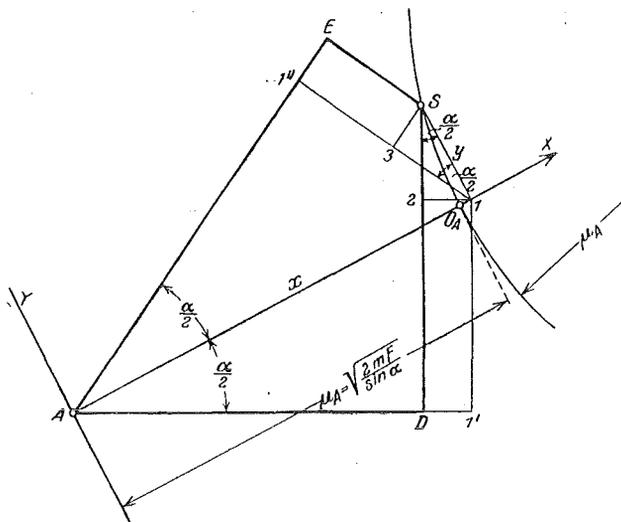
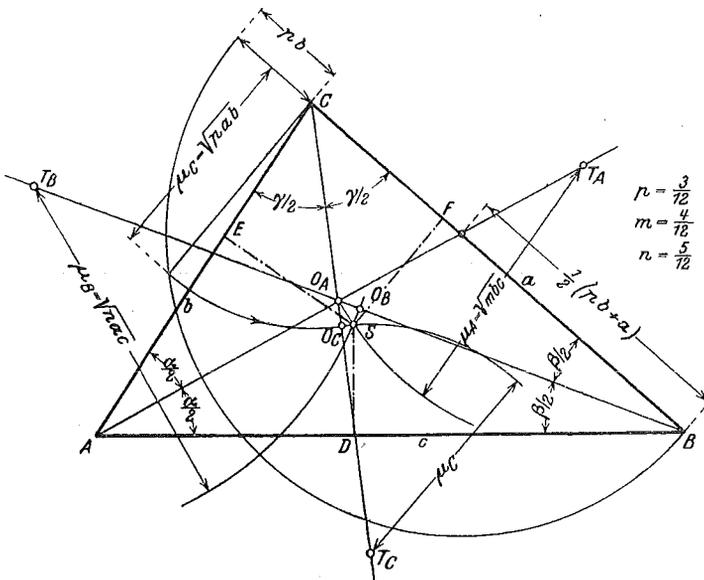

Abb. 2.
Abb. 3.
In Abb. 2 ist durch ADSE das aus dem Dreieck ABC (Abb. 3) herausgeschnittene Sehnenviereck, dessen Inhalt mF betragen möge, dargestellt. Wir legen durch den Eckpunkt A ein Achsenkreuz, dessen X-Achse mit der Halbierenden des Winkels α zusammenfällt und drücken die Fläche mF durch die Koordinaten x und y des Punktes S aus. Mit den Bezeichnungen der Abb. 2 erhält man:
Für F , Abb. 3, den entsprechenden Wert eingesetzt, entsteht:
d. h. der geometrische Ort aller Punkte S gleichflächiger Sehnenvierecke ist eine gleichseitige Hyperbel mit den Achsen μ_A ; der Halbmesser des durch O_A gehenden Scheitelkrümmungskreises hat dieselbe Größe μ_A ; der Krümmungsmittelpunkt T_A (Abb. 3) steht somit vom Ursprung A um $2 \mu_A$ ab.
sind, zwei zum Schnitt zu bringen; da aber der gemeinsame Schnittpunkt S in der Nähe der Hyperbelscheitel O_A, O_B, O_C liegt, Abb. 3, kann man sich vielfach die Konstruktion der Hyperbeläste ersparen und unmittelbar mit den drei Scheitelkrümmungshalbmessern arbeiten; die Lage von S ergibt sich auch hier mit weitreichender Genauigkeit, allenfalls durch Zwischenschaltung von S in das sich etwa ergebende differentiale Fehlerdreieck. Die zeichnerische Bestimmung eines μ -Wertes ist aus der Abb. 3 ohne weiteres zu ersehen, der
auch die konstruktive Festlegung von S entnommen werden kann (Fehlerdreieck konstruktiv = Null). Dem in Abb. 3 dargestellten Beispiel wurden $m = 4/12$, $n = 5/12$ und $p = 3/12$ zugrunde gelegt. Um die Darstellung nicht unübersichtlich zu machen, wurde darin nur die Konstruktion von μ_C zur Darstellung gebracht, SD , SE und SF sind die gesuchten Teilungslinien.